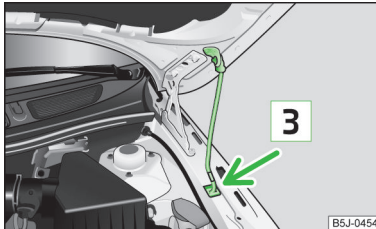

Abb. 133
- Die Klappenstütze aus der Halterung nehmen und die geöffnete Klappe sichern, indem das Ende der Klappenstütze in die dafür vorgesehene Öffnung **3** » Abb. 133 gesetzt wird.